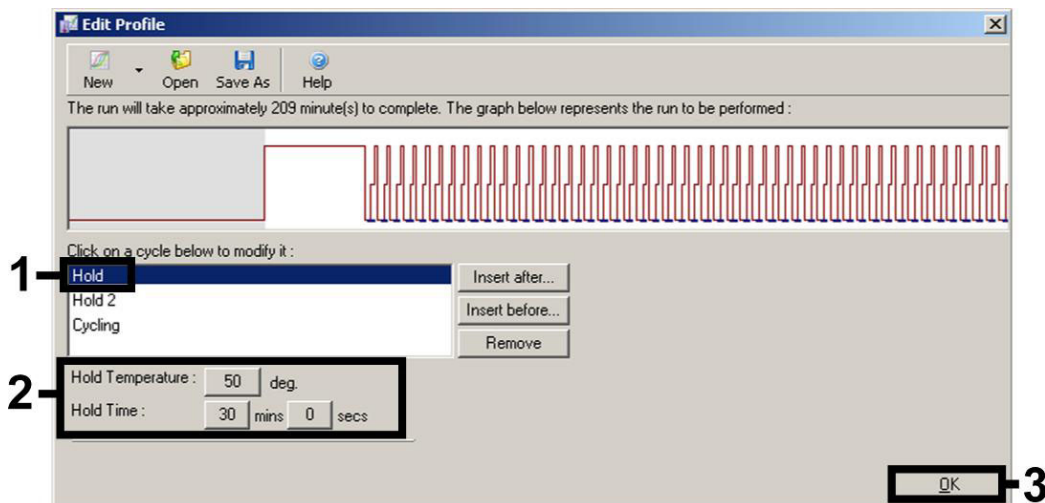

Figur 3. Ändra profilen. Skärmbild för *artus* HI Virus-1 QS-RGQ Kit visas som ett exempel.
5. Klicka på knappen "Edit Profile" (Redigera profil) i nästa "New Run Wizard"-dialogruta (Guide för ny körning), (figur 3). Programmera lämplig temperaturprofil för relevant *artus* QS-RGQ Kit, såsom visas i tabell 1, med hjälp av exempelskärm bilderna i figur 3-6 (skärmbilder för *artus* HI Virus-1 QS-RGQ Kit visas som exempel).
6. Detektionsintervallet för fluorescenskanalerna måste fastställas enligt fluorescensintensiteterna i PCR-rören. Klicka på "Gain Optimisation" (Optimeringsvinst) i dialogrutan "New Run Wizard" (Guide för ny körning), (se figur 3) för att öppna dialogrutan "Auto-Gain Optimisation Setup" (Inställningar av automatisk optimeringsvinst). Ställ in kalibreringstemperaturen så att den stämmer överens med amplifieringsprogrammets kyltemperatur, och justera fluorescenskanalsensitiviteten (tabell 2 och exempelskärbild i figur 7).